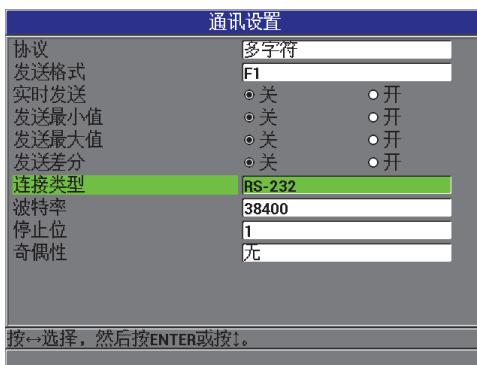

图 8-3 通讯设置屏幕 — RS-232
4. 在**通讯设置**屏幕上 (参见第 139 页的图 8-3), 将**连接类型**设置为 **RS-232**, 以显示 RS-232 参数。